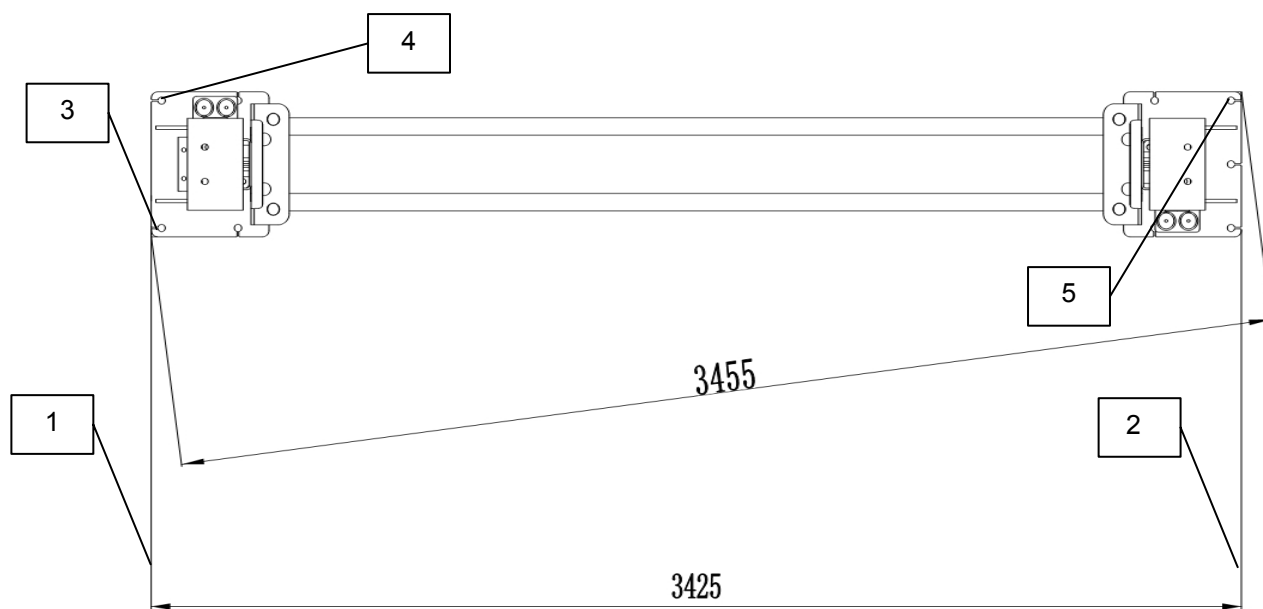

Рис. 4
Прочертите мелом на бетонном основании две параллельные линии (1 и 2, Рис. 4) так, чтобы расстояние между ними было равно указанному на чертеже (с точностью 3 мм). Выберите положение стойки на меловой линии и отметьте мелом это место. Отметьте точки 3 и 4. От точки 3 проведите **диагональную линию** так, чтобы при пересечении с линией 2 ее длина равнялась 3455 мм. Таким образом, вы установите точное положение обеих стоек.
1. Соедините и соберите стойку, поднимите и поместите стойку в правильное положение. Отрегулируйте положение опорной плиты стойки на меловой линии согласно чертежу. Наметьте точки сверления, используя отверстия в опорной плите стойки, просверлите отверстия в бетонном основании, и, используя 5 анкерных болтов, зафиксируйте стойку по месту. В процессе сверления отверстий не перемещайте стойку от меловой линии, см. рис.4.